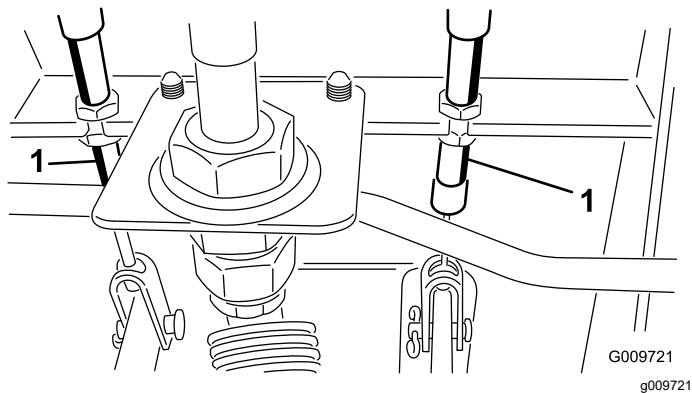

Figura 87
- A. Allentate il dado anteriore sull'estremità filettata del cavo del freno (Figura 87).